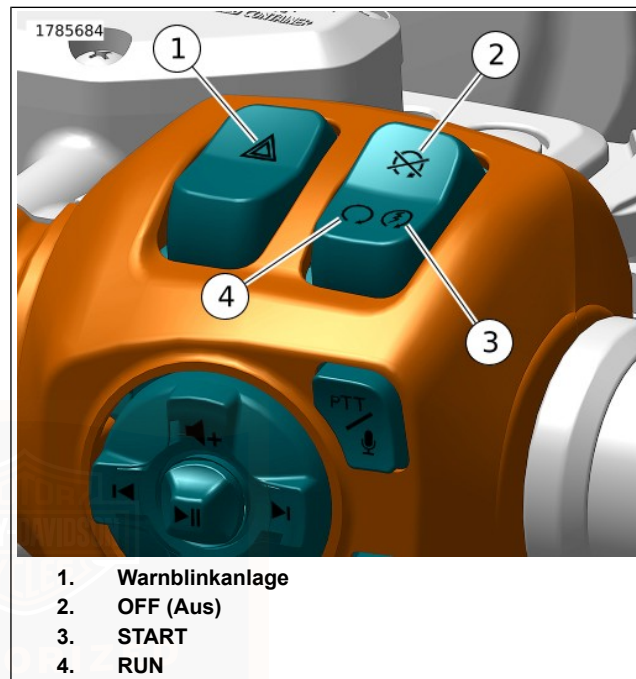

Abbildung 66. RHCM: Tasten des Motorbetriebsschalters und der Warnblinkanlage
1. Siehe Abbildung 66. Bei vorhandenem Sicherheitsschlüsselanhänger den Motorbetriebsschalter auf RUN (Ein) (4) stellen. Den Gasdrehgriff nicht drehen.
5. Den Anlasserknopf (3) zum Anlassen des Motorrads drücken und loslassen.
2. Siehe Abbildung 66 . Den Motorbetriebsschalter auf OFF (Aus) (2) stellen.
1. Siehe Abbildung 66. Den Motorbetriebsschalter auf RUN (Ein) stellen.
1. Siehe Abbildung 66 . Den Motorbetriebsschalter auf OFF (Aus) (2) stellen.